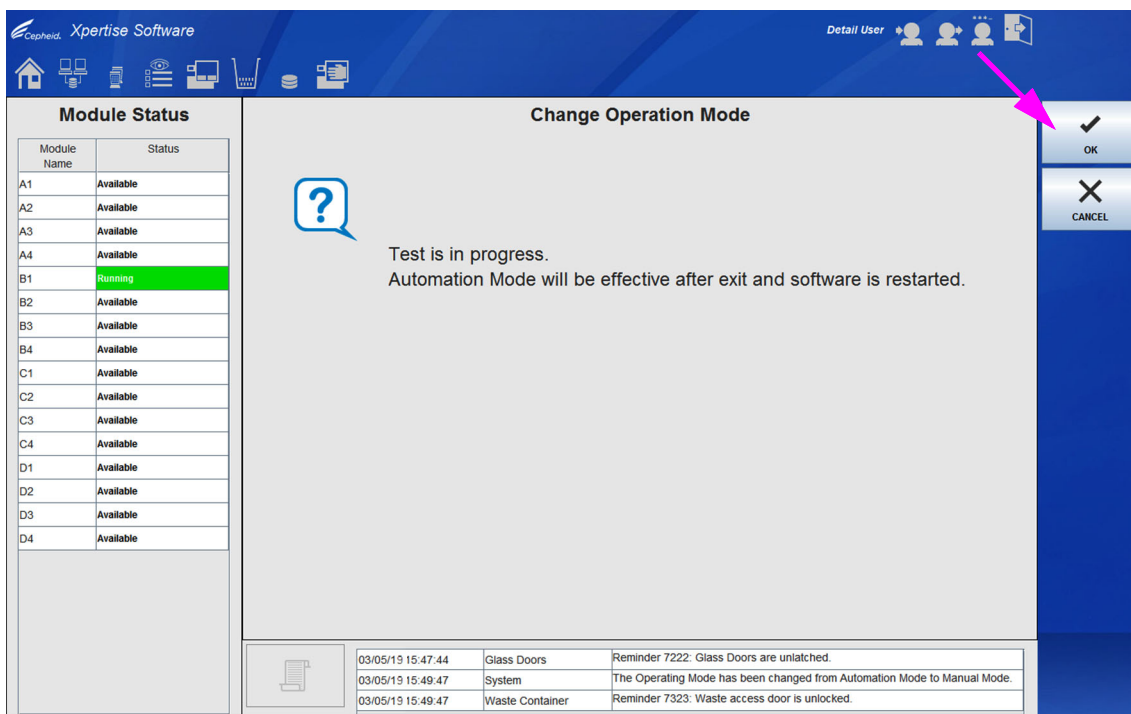
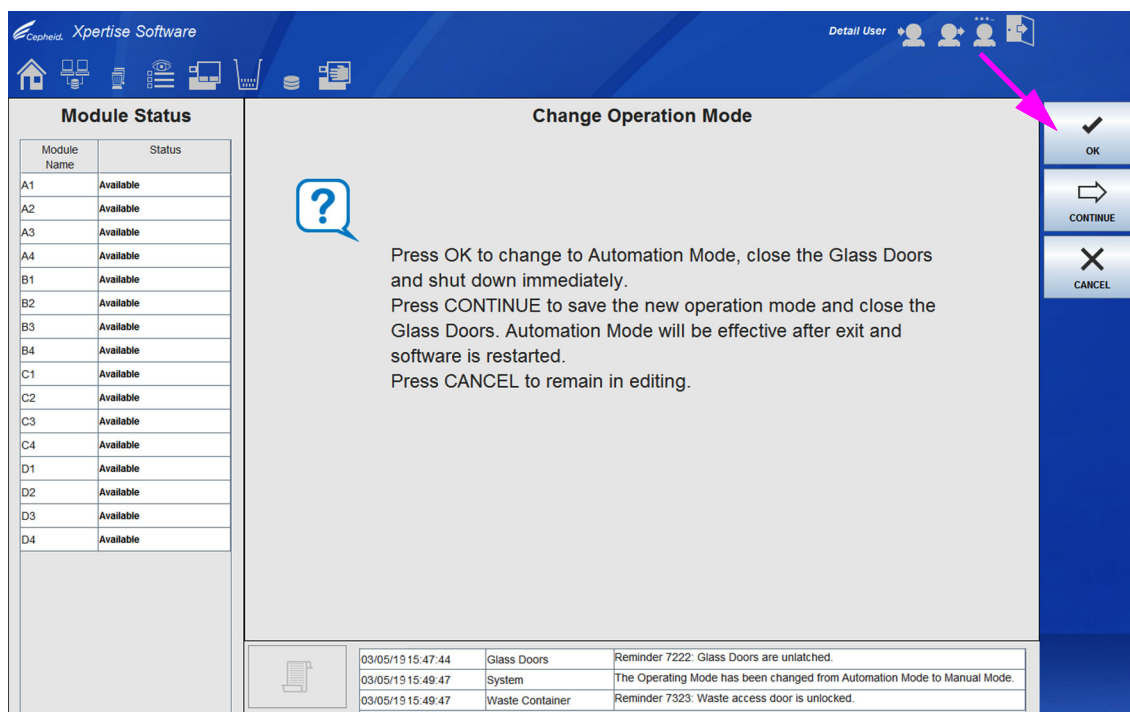
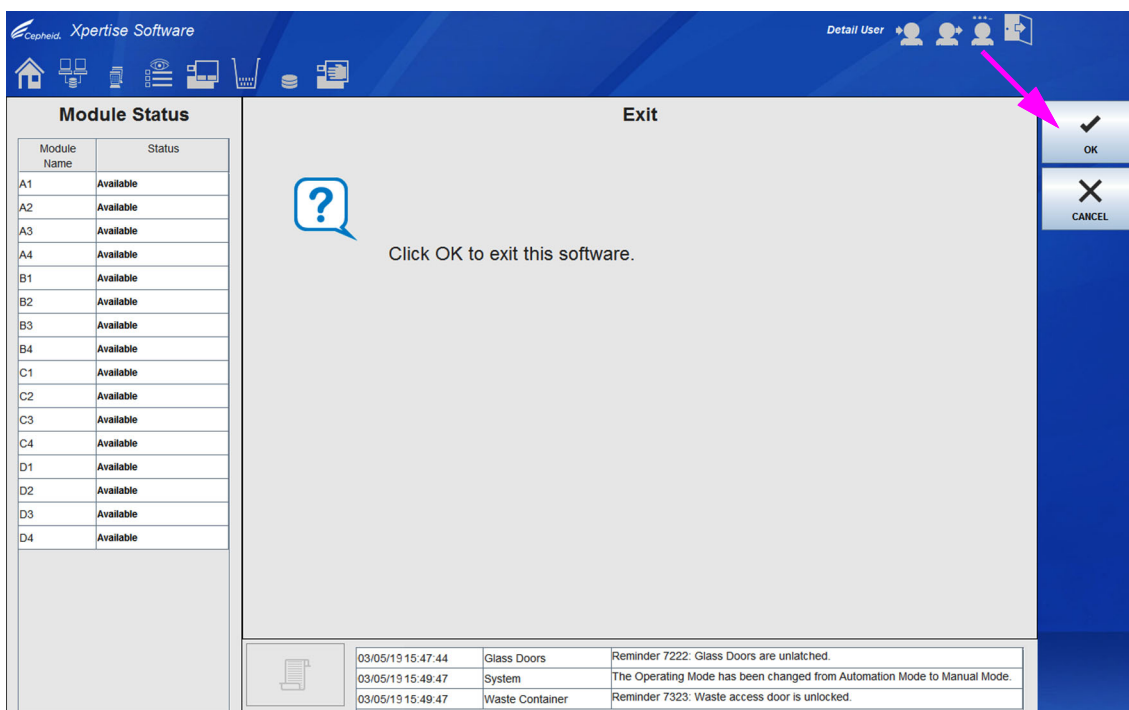

図 5-126. 動作モードの変更ワークスペース、テスト進行中の確認
図 5-127. 動作モードの変更ワークスペース、実行中のテストがない時の確認
図 5-128. Xpertise Software の終了を確認
進行中のテストがある場合、動作モードの変更 (Change Operation Mode) ワークスペースは、図 5-126 のように表示されます。それ以外の場合は、図 5-127 のように表示されます。
- テストが進行中の場合 (図 5-126 を参照)、**OK** を選択してソフトウェアの終了確認を表示し (図 5-128 を参照)、ソフトウェアを再起動します。Xpertise Software を再起動すると、以下のようになります。
- 実行中のテストがない場合（図 5-127 を参照）、**OK** を選択してソフトウェアの終了（Exit）確認を表示し（図 5-128 を参照）、ソフトウェアをすぐに再起動するか、**続行（CONTINUE）** を選択して新しい動作モードを保存しますが、その動作モードを有効化するには Xpertise Software を再起動しなければなりません。